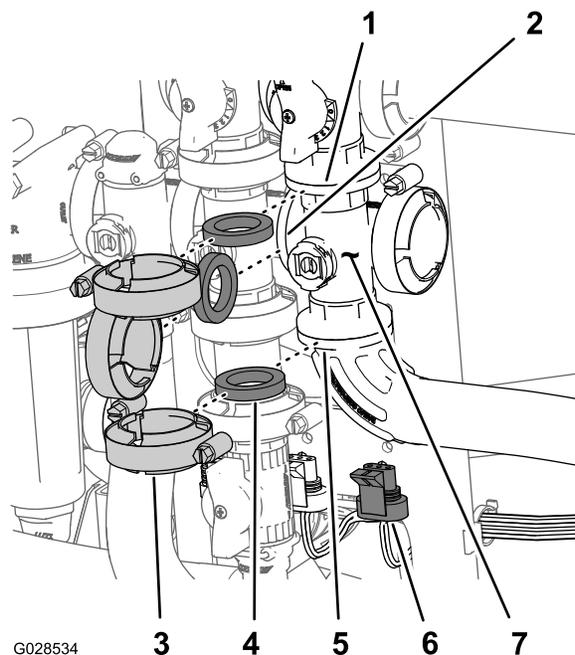

Рисунок 92
1. Снимите зажимы и прокладки крепления коллектора главного клапана стрелы (Рисунок 92) к главному клапану перепуска стрелы, клапану перемешивания и прямоугольному фланцевому угловому штуцеру (на конце шланга расходомера).